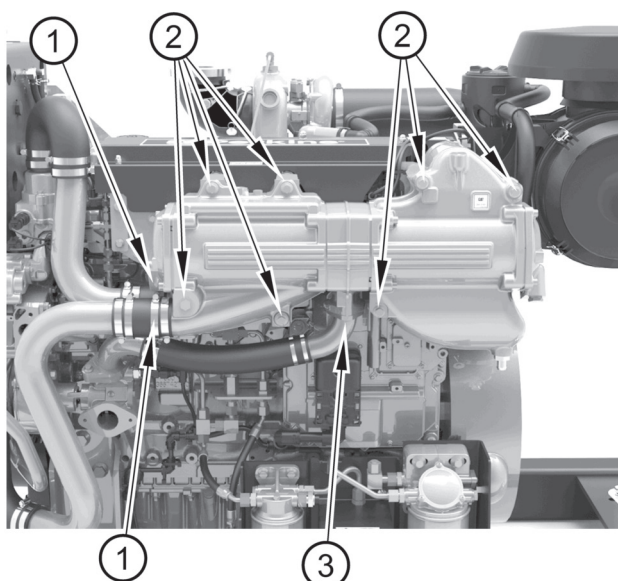

Figure 18
2. Desserrez les colliers de flexible (figure 18, repère 1).